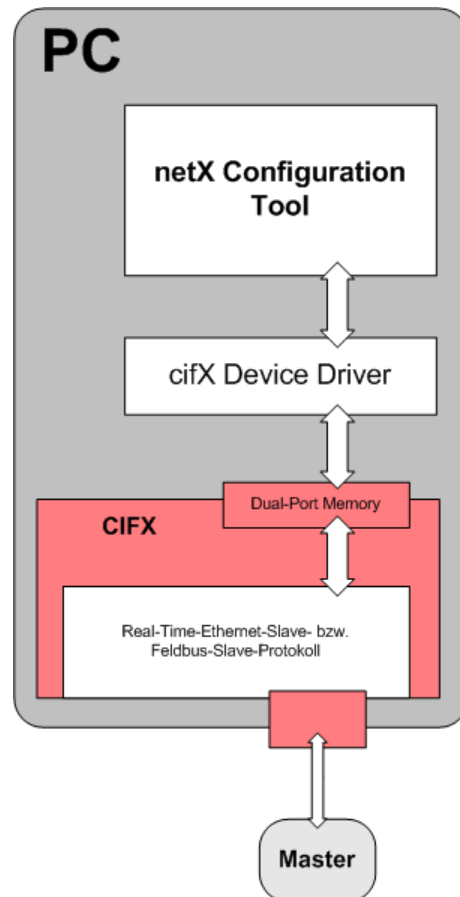

Abbildung 81: Systemübersicht CIFX und netX Configuration Tool
- mit dem Programm **netX Configuration Tool** (only Slave) wie in *Abbildung 81* auf Seite 165.